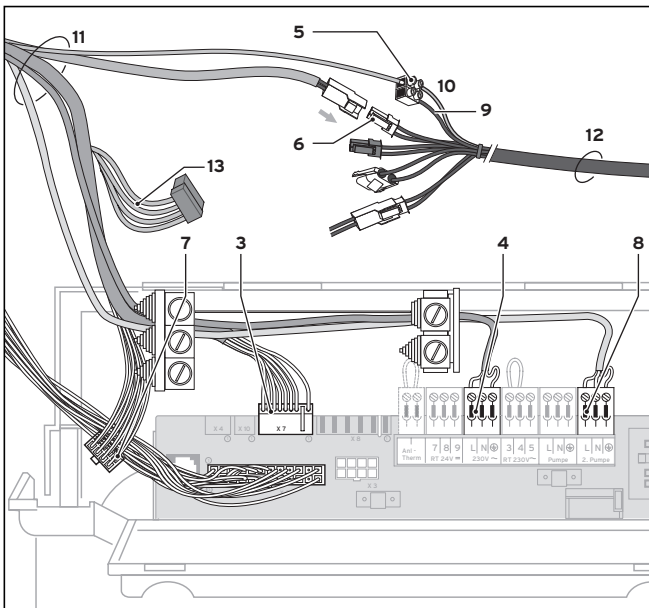

Fig. 5.4 Raccord électrique pour ecoVIT/2 et icoVIT/1
- ecoVIT/2 et icoVIT/1 : enfichez le connecteur périphérique (3) sur l'emplacement X7 de la platine ;
- ecoVIT/3 et icoVIT/2 : enfichez le connecteur périphérique (13) sur l'emplacement X40 de la platine.
- Utilisez le connecteur périphérique correct (voir légende relative aux fig. 5.4 et 5.5, pos. 3 ou 13). Retirez le marquage du connecteur périphérique et mettez-le sur la platine. Vérifiez le bon positionnement.